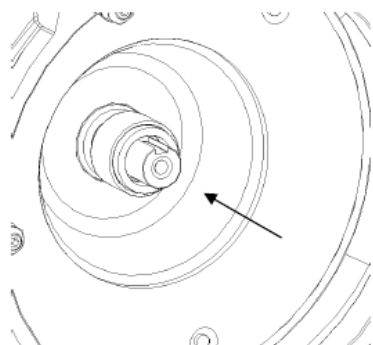

Figura 22: Encaixe manual
- Retire os parafusos (2) do selo mecânico, para umedecê-los com Loctite 243.
- Coloque o selo mecânico na extremidade do eixo livre e empurre-o cuidadosamente com a mão para o contra-anel (figura 22).